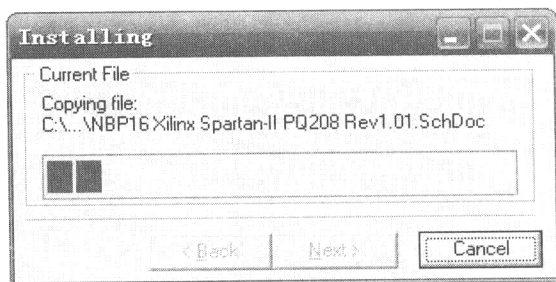

图 1-11 安装软件
- (5) 单击 **Next** 按钮，安装软件，如图 1-11 所示。